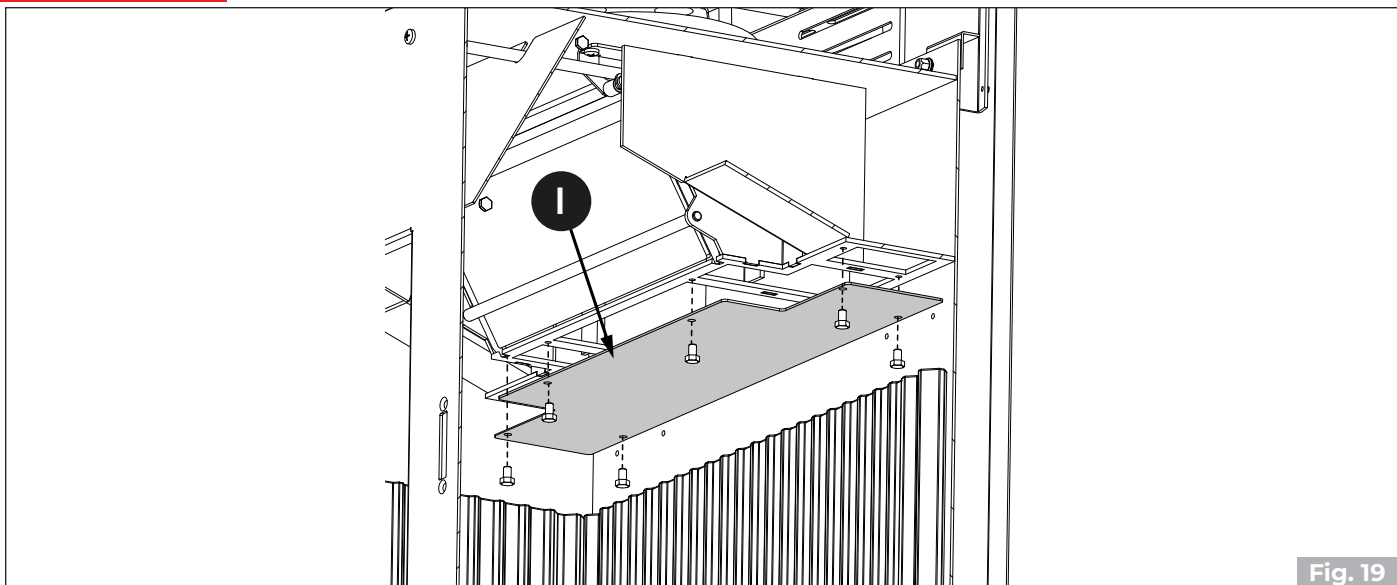

Fig. 19
Rimuovere il tappo collettore fumi (I) ("Fig. 19").